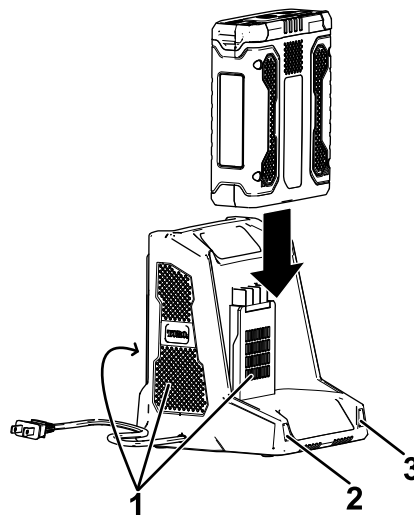

Figur 10
3. Rikta in håligheten i batteripaketet (Figur 10) med spetsen på laddaren.